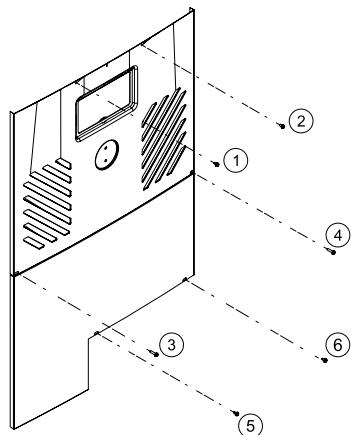

Figure 68. Vis à tôle pour retirer le panneau de commande
Pour intervenir sur les composantes internes du boîtier, retirez le panneau de commande et le panneau de service (Figure 68) pour accéder (1) au compresseur, (2) à l'échangeur de chaleur, (3) à la vanne d'expansion thermique (TXV), (4) à la vanne d'inversion ou à l'électrovanne (le cas échéant), (5) au débitmètre (le cas échéant) et (6) aux sondes et capteurs (eau, air ambiant et serpentin). Pour y accéder, procédez comme suit:
2. Retirez le capot du panneau de commande avant de l'appareil en dévissant les six (6) vis à l'aide d'un tournevis à tête hexagonale 1/4 po. Consultez Figure 68.